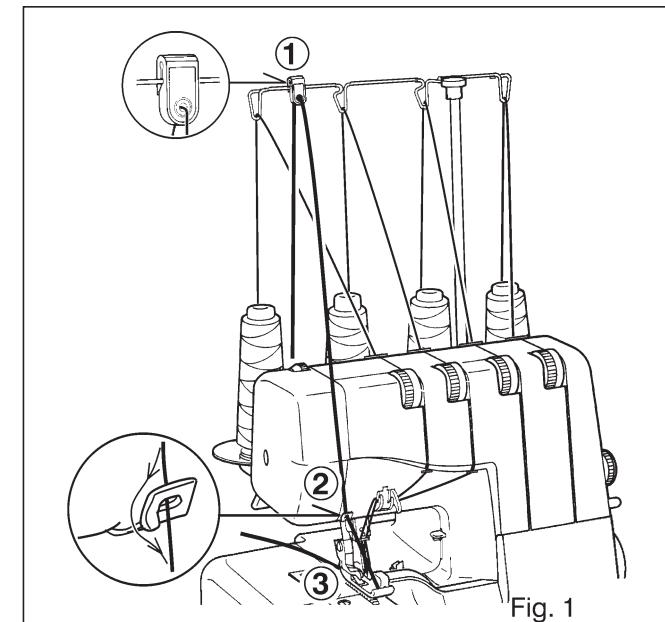

Fig. 1
3. Draai de stof, laat het voetje op de stof zakken en naai in de nieuwe naairichting. Fig. 1.
1. Place a "filler" cord, such as a crochet cotton, gimp, wool, knitting yarn, or shirring elastic at the rear of the machine spool pin. Pass the cord through the cord guides (1) and (2) and then through the left needle thread guide (3). See Fig. 1.
Passer le fil de renfort dans les guides spéciaux (1) et (2) montés sur la coque de la machine, puis dans le passe-fil de l'aiguille gauche (3). voir Fig.1.
1. Colocar un cordón “rellenador” como algodón de ganchillo, guimpe, lana, hilo de punto o hilo arrugado elástico en la parte posterior del carrete de la máquina. Pasar el cordón a través de las guías del cordón (1) y (2) y luego a través de la guía del hilo de la aguja izquierda (3). Ver Fig. 1.
1. Plaats een koordje van katoen, elastiek, of wollen draad, aan de achterzijde van de machine op de tafel. Geleid het koordje door de extra koordgeleiders (1) en (2) en daarna door de linker naalddraadgeleider (3). Zie Fig. 1.